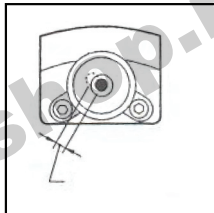

Рис.8
- 4) Устраните оставшуюся половину смещения вращением юстировочных винтов уровня с помощью шестигранного ключа. (Рис.8)